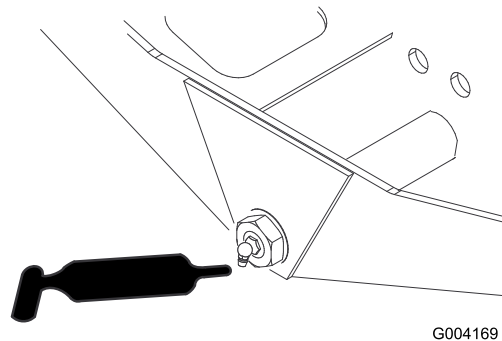

Figura 34
- Articulação do direção do eixo (1 cada) (Figura 34)